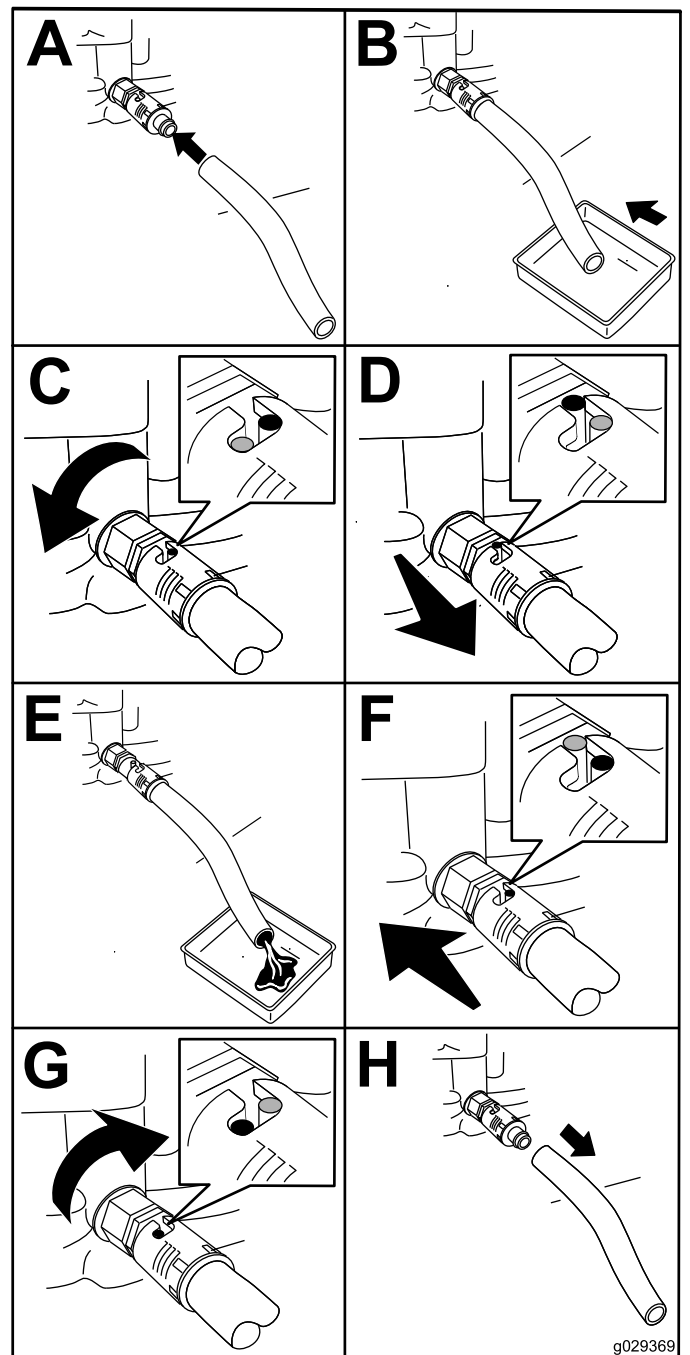

Figura 30
1. Montai furtunul de golire la robinetul de evacuare (Figura 30).
2. Aezai celălalt capăt al furtunului (Figura 30) într-o tavă de golire cu volumul de 1 l.
3. Rotii robinetul de evacuare a uleiului cu  $\frac{1}{4}$  de tură în sens invers acelor de ceasornic i lăsa-i uleiul de motor să se scurgă complet (Figura 30).
4. Rotii robinetul de evacuare a uleiului cu  $\frac{1}{4}$  de tură în sensul acelor de ceasornic pentru a-l închide (Figura 30).
5. Îndepărtați furtunul de golire (Figura 30) i tergeți uleiul vărsat.